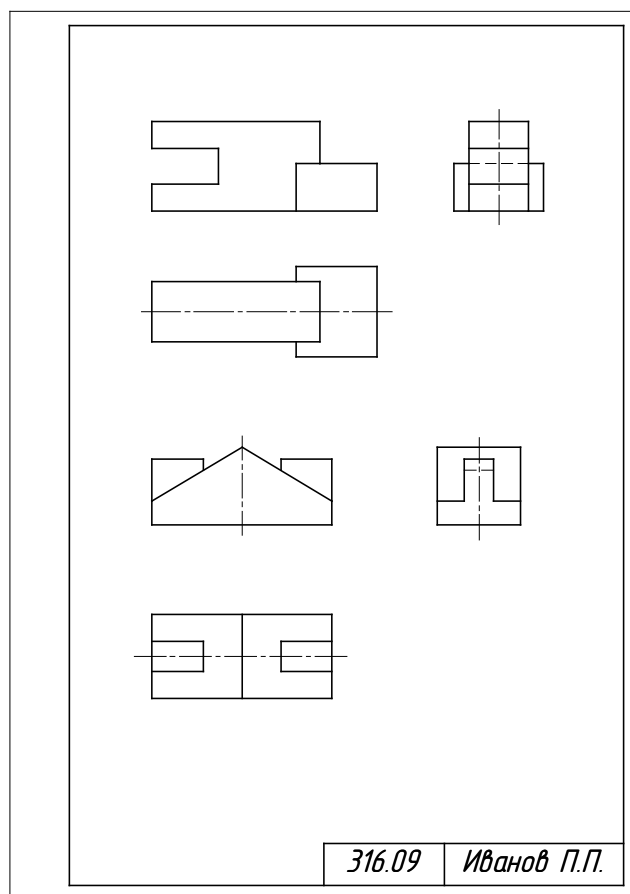

Рис.8. Пример выполнения работы № 8
**Графическая работа 8:** Построение комплексного чертежа предмета по двум в данным видам. (рис. 8).